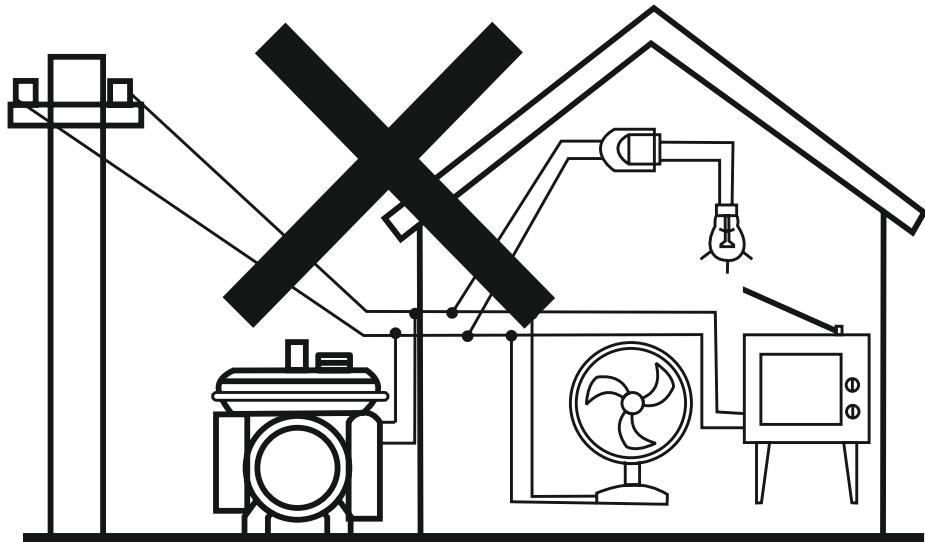

Рисунок 11 — Неправильное подключение генератора к промышленной электрической сети — без блокировок.
- **ВНИМАНИЕ!** Неправильное подключение генератора к местной электросети может привести к подаче напряжения от нее в линию электропередач или наоборот (см. рис. 11).